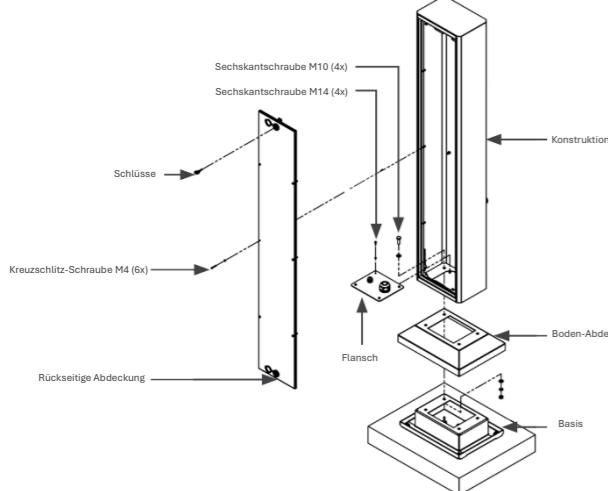

Abbildung 4.7: Explosionszeichnung der Baugruppe
Die Montage des Ladesäule an der Befestigungsbasis des Produkts ist in Abbildung 4.7 dargestellt. Dazu werden vier (04) M10-Sechskantschrauben verwendet, die im Lieferumfang des Produkts enthalten sind. Das empfohlene Anzugsmoment beträgt 35 Nm.